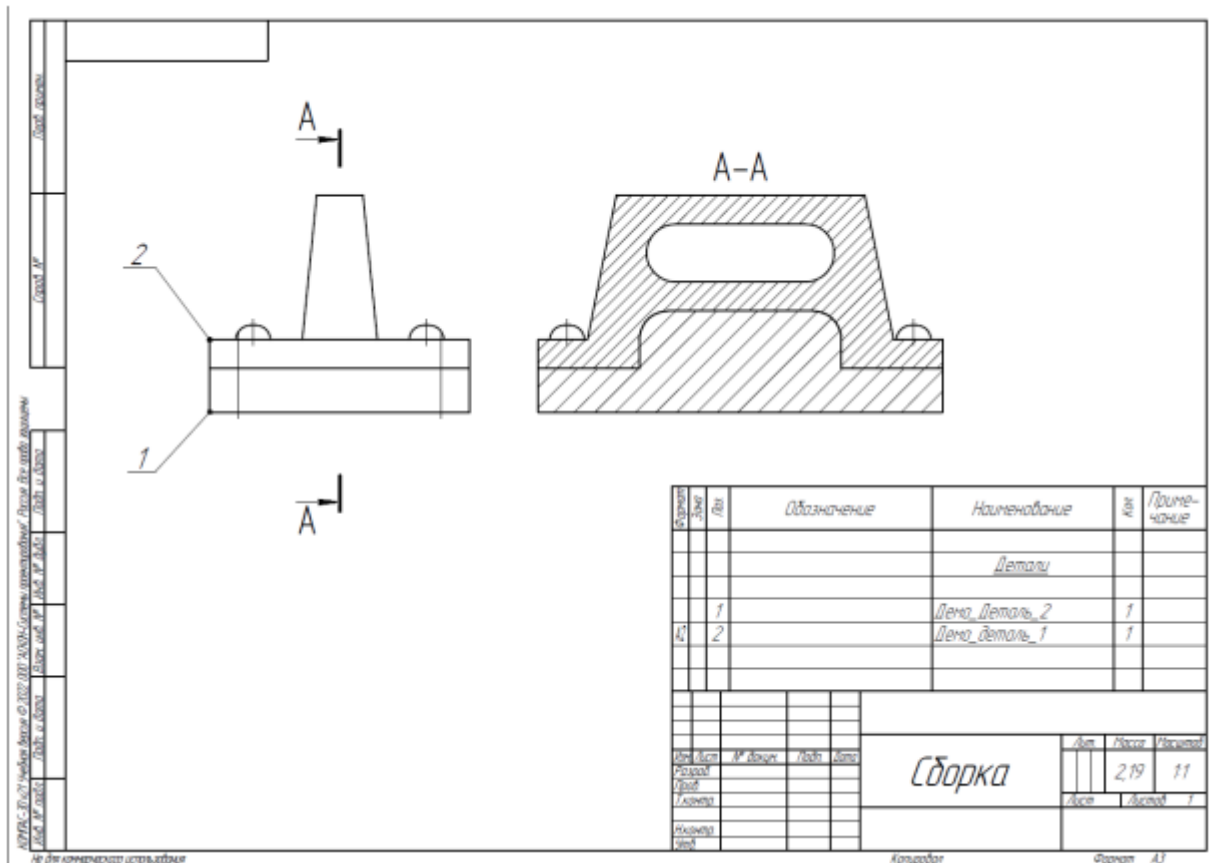

Рис. 3. Сборка из двух деталей
2. Создайте трехмерную сборку из двух деталей по чертежу (рис. 3) вторая деталь готова и сохранена в формате *.step. Файл детали приложен к заданию (рис. 2). – 20 баллов.